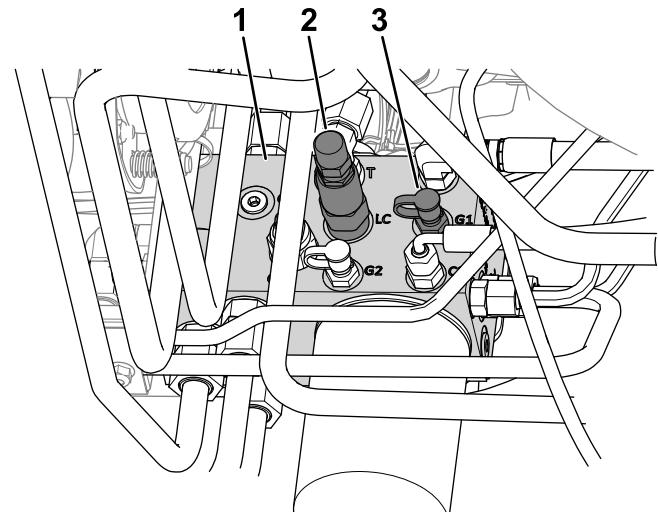

Figura 24
- Collegate un manometro alla porta diagnostica (con l'etichetta G1; fate riferimento a Figura 24).
- Corsore di trasferimento del peso (LC)
- Sul lato del collettore di sollevamento, rimuovete il cappuccio dalla porta diagnostica (con l'etichetta G1; fate riferimento a Figura 24).
- Allentate il controdado all'estremità del corsore di trasferimento peso (con l'etichetta LC; fate riferimento a Figura 24).